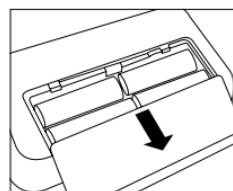

Fig. 1
- Ouvrez le couvercle du compartiment des piles situé sous l'appareil (voir la fig. 1). Insérez les piles (voir le chapitre 13 « Caractéristiques techniques »). Veillez à faire correspondre les polarités « + » et « - ». Refermez le couvercle du compartiment des piles. L'appareil passe automatiquement à la fonction Date/Heure et dès la première application, le chiffre « 3 1 » est affiché à l'écran pour le jour, et le chiffre « 12 » pour le mois. La date prééglée est par conséquent le 31 décembre. Réglez maintenant la date et l'heure tel que décrit ci-dessous.